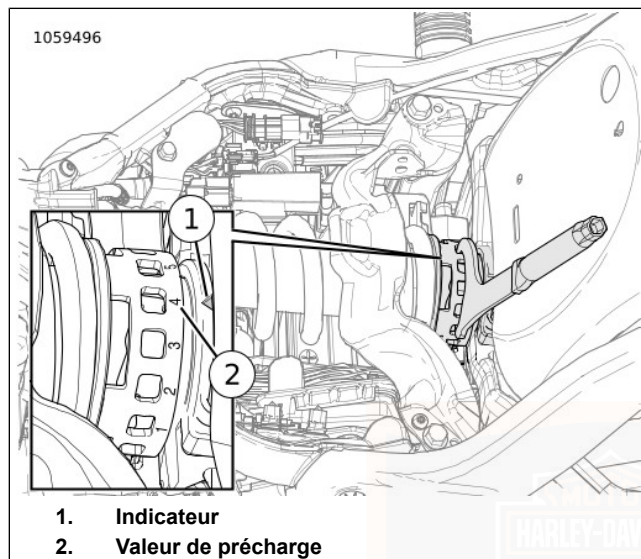

Figure 9. Came de réglage de la précharge
1. **Style de came** : voir Figure 9.